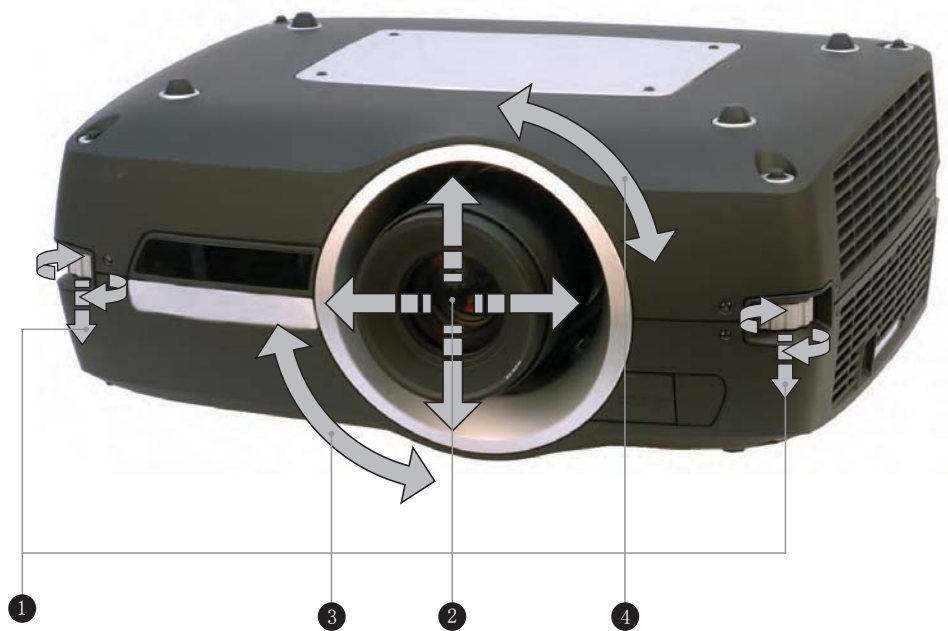

图 5-1. 图像尺寸和位置调节
1. 可调式支脚（图 5-1 中的 E）。
2. 通过键盘、遥控器、RS-232 或 LAN（图 5-1 中的 A）控制镜头位移机械装置。
3. 通过键盘、遥控器、RS-232 或 LAN（图 5-1 中的 B）控制镜头中的缩放（对于带缩放功能的镜头）。
找到适合的图像尺寸和位置之后，使用键盘、遥控器、RS-232 或 LAN 调节图像焦点。（图 5-1 中的 4）。